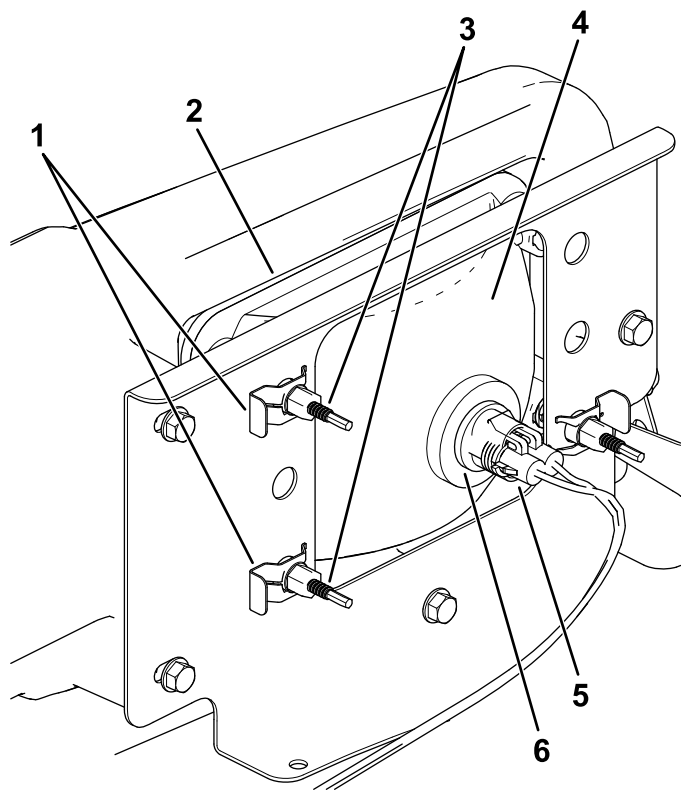

Figure 54
3. Débranchez le connecteur électrique sur le faisceau du connecteur du phare (Figure 54).
- Retirez les clips rapides qui fixent le phare sur son support (Figure 54).
- Déposez le phare en le poussant vers l'avant et hors de l'ouverture dans le pare-chocs avant (Figure 54).
- Insérez le phare de rechange dans l'ouverture du pare-chocs (Figure 54).
- Branchez le connecteur électrique du faisceau sur le connecteur du phare (Figure 54).
- Au dos du phare, tournez les vis de réglage (Figure 54) afin de faire pivoter le phare et d'aligner la position du faisceau projeté.